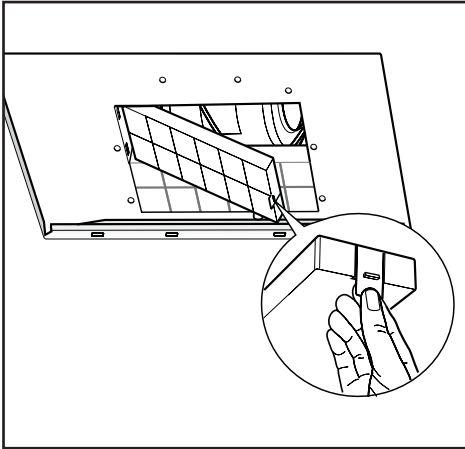
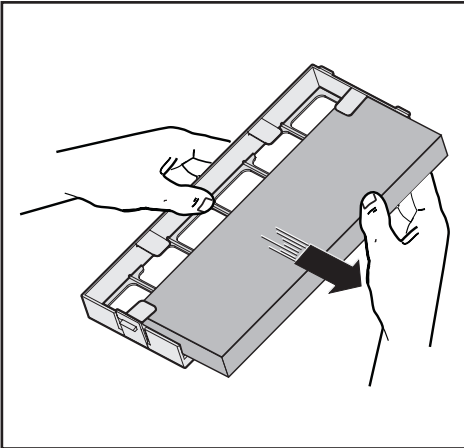

Fig.16
Fig.17
- **Versione filtrante:** Abbiamo disponibili due tipi diversi di Kit, uno con filtri al carbone attivo non rigenerabili (Fig.16) e l'altro con i filtri al carbone attivo rigenerabili (Fig.17).
- Collegare il tubo flessibile al deflettore **M** e fissare la vite **I** come indicato in (Fig.8), i filtri al carbone attivo devono essere applicati al gruppo aspirante posto all'interno della cappa (Fig.16).